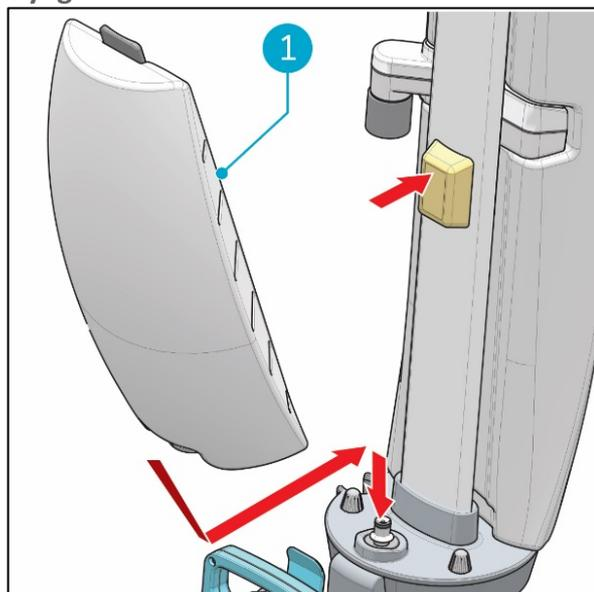

Figure 14
5. Placez le réservoir sur l'i-mop® Lite avec la valve en premier (Figure 14, pos 1).